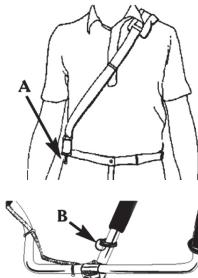

Рис.3
1. Пропустите конец ремня, на котором отсутствует пряжка через центральную прорезь пряжки А (рис.3).
3. Зацепите фиксатор ремня за кольцо В (рис.3) держателя бензокосы, расположенного на штанге.